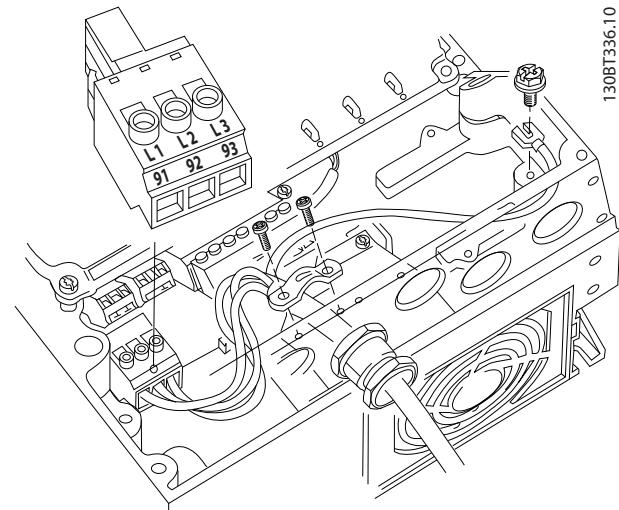

图 2.11 连接到交流主电源
- 将三相交流输入电源线路连接到端子 L1、L2 和 L3 上 (请参阅 图 2.11)。